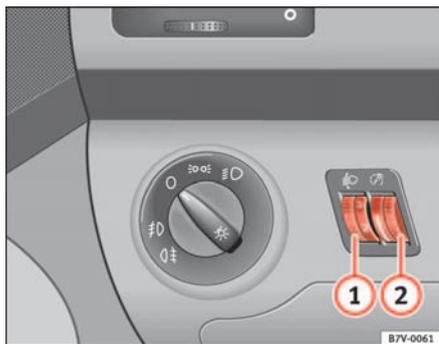

Abb. 72 Ausschnitt von der Instrumententafel: Regler für Leuchtweitenregulierung ① und Instrumenten-/Schalterbeleuchtung ②
Bei eingeschaltetem Licht lässt sich die Helligkeit der Instrumenten- und Schalterbeleuchtung durch Drehen des Reglers  $\Rightarrow$  Abb. 72 ① stufenlos regulieren.